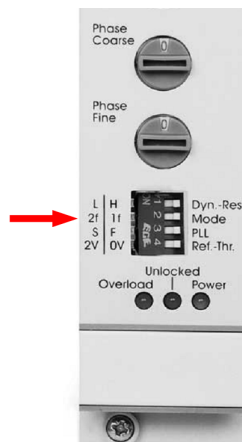

Abbildung 4: Umschalten des Lockin-Verstärkers auf die 2f-Komponente.
3. Führen Sie einen Phasenabgleich durch und messen Sie die 1f-Komponente des Rechtecksignals. Durch Umschalten am Lockin-Verstärker läßt sich auch die 2f-Komponente messen (siehe Abb. 4). Notieren Sie jeweils die Ausgangsspannungen des Lockin-Verstärkers.